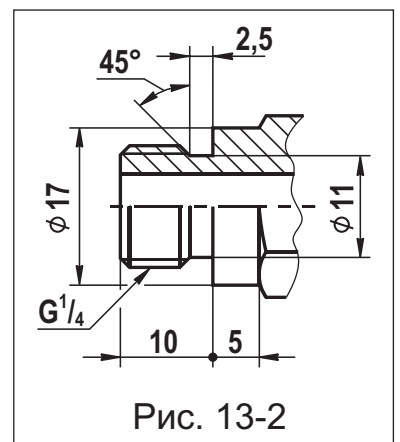

Рис. 13-2
10. Для подключения датчиков-реле давления или других устройств и приборов в корпусе клапана предусмотрены отверстия с резьбой G1/4, закрытые заглушками (кроме клапанов серии ВФ). Рекомендуемая форма конца присоединяемого штуцера, предназначенного для подсоединения датчика-реле давления и вкручиваемого в корпус клапана, приведена на рис. 13-2. Применяемое для уплотнения соединения - кольцо резиновое 014-017-19 ГОСТ 9833 ( $d_{\text{внутр.}}=13,6$  мм;  $s=1,9$  мм). Для уплотнения резьбы в месте подключения приборов используйте ленту ФУМ или аналогичный уплотняющий материал.